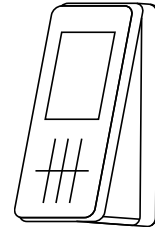

Рис. 18.
5. Передняя крышка зажимается на задней крышке в соответствии с направлением, показанным на рис. 18, а клемма выровнена с отверстием для разветвления, чтобы гарантировать, что разветвление закреплено крышкой для повторного включения без помех.